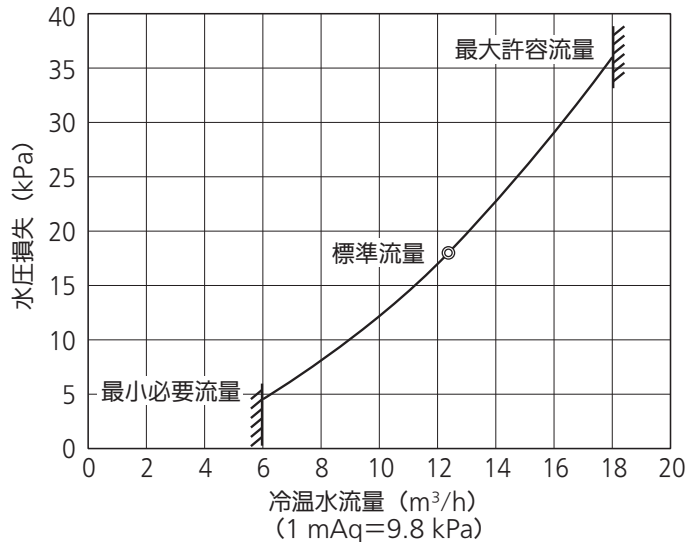

図 10
- 冷温水循環量（水量）は図 10 の範囲内で使用してください。